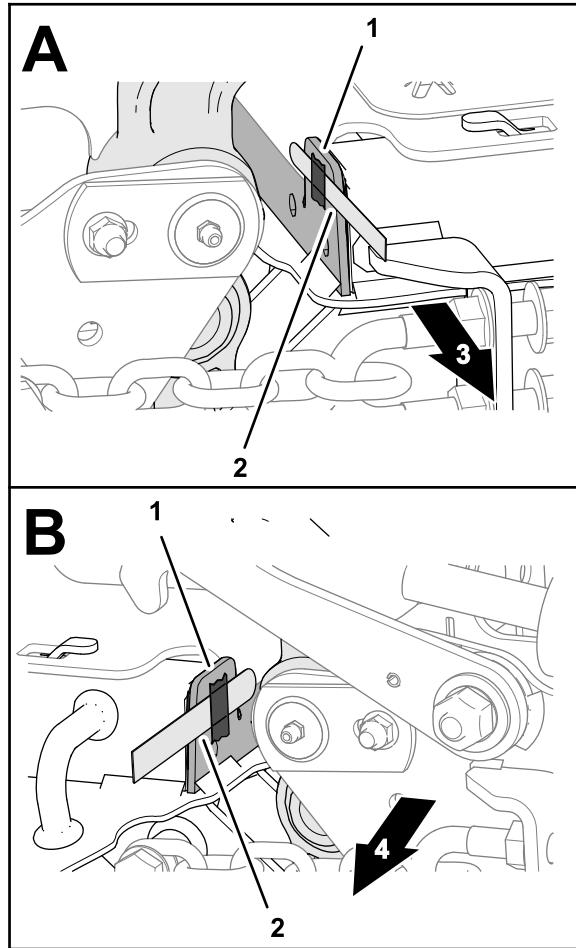

Figura 34
**Nota:** Se estiver a utilizar apalpa-folgas, utilize um pedaço de fita para colar um apalpa-folgas – 0,15 mm à patilha do canal interior (Figura 34).